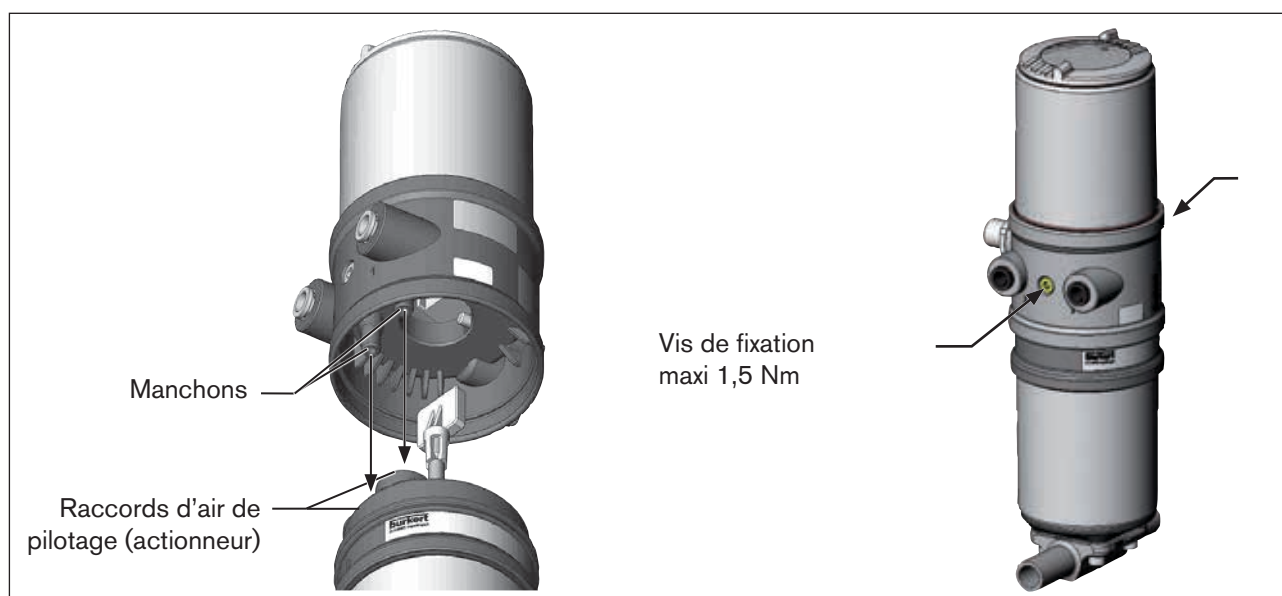

Figure 20 : Montage du positionneur
2. que les manchons du positionneur entrent dans les raccords d'air de pilotage de l'actionneur (voir également « Figure 20 »).